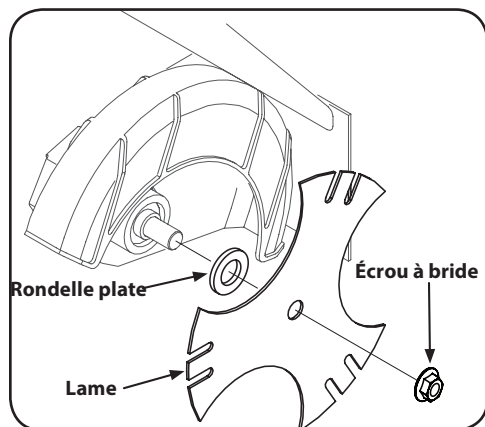

Figure 6-1
1. Utilisez deux clés (une clé pour retenir la tête du boulon et l'autre pour desserrer l'écrou à bride) pour enlever l'écrou qui retient la lame. Voir Figure 6-1.